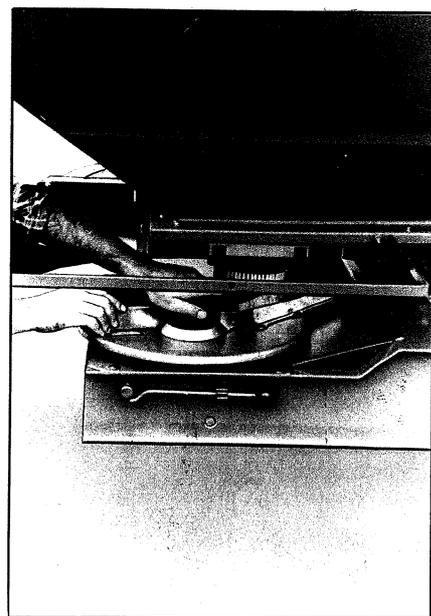

Bild 5:
5. Schiebeprofile einfetten (Bild 5)